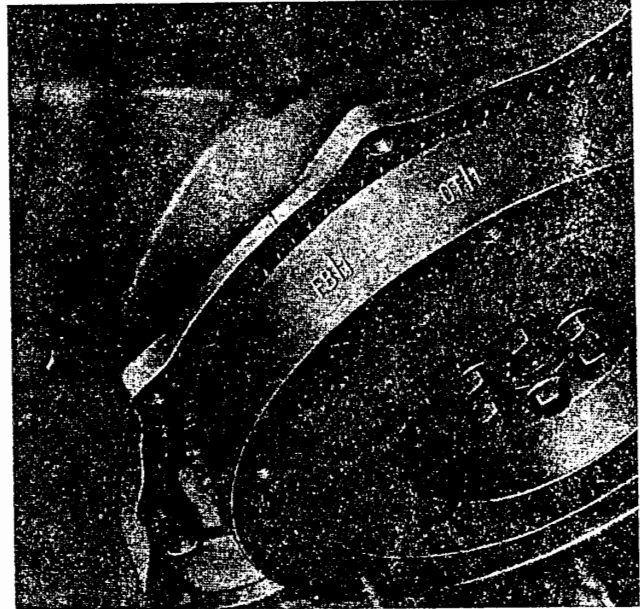

Bild M 111. „OT“-Markierung auf dem Schwungrad
2. Motor soweit durchdrehen, bis beide Ventile des einzustellenden Zylinders geschlossen sind und die Schwungradmarkierung „OT“ sichtbar wird (Bild M 111).